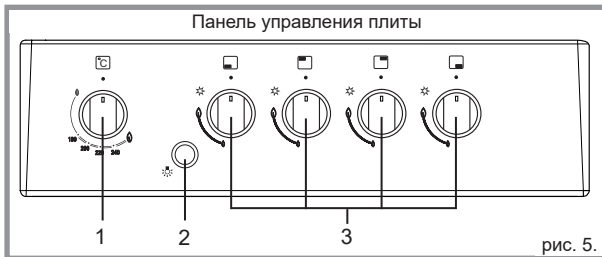

рис. 5.
■ На рисунке панели управления (рис.5) присутствуют элементы комфортности. Ваш прибор может отличаться от описанного в тексте данного руководства. Пожалуйста, уточняйте комплектацию у продавца.